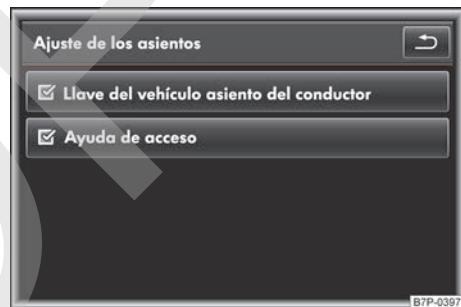

Fig. 113 Sistema de infotainment: menú de los ajustes del asiento del conductor con función de memoria.
- Active la casilla de verificación del botón de función (Llave del vehículo asiento del conductor) pulsándola → fig. 113.
Si ya se hubiera activado la memorización automática con las teclas de memoria situadas en la puerta del conductor, ya se habrá activado automáticamente la marca de la casilla de verificación del botón de función (Llave del vehículo asiento del conductor) → fig. 113.